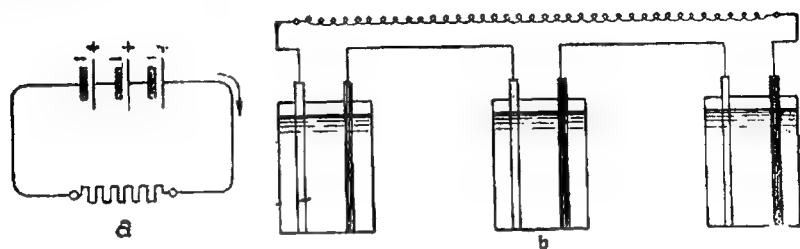

Fig. 29. a, b. — Forțe electromotoare în serie
18. Legarea forțelor electromotoare. Să legăm mai multe surse de curent electric, (pile, etc.), ca în fig. 29, în așa fel ca borna + a uneia să fie legată cu borna — a sursei următoare și așa mai departe.